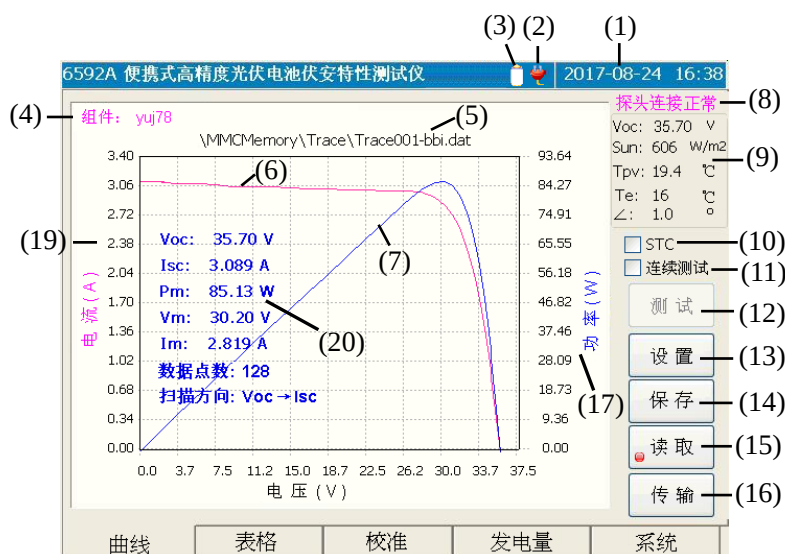

图 5-2 曲线窗口示意图
按住 6592A 便携式高精度光伏电池伏安特性测试仪的电源按钮 ① 4 秒后，仪器开机，进入便携式高精度光伏电池伏安特性测试仪的操作界面，如图 5-2 所示。操作界面分五个子模块：曲线、表格、校准、发电量和系统。
曲线窗口主要用于显示测试曲线, 主要测试结果以及探头的状态和测试数据等, 如图 5-2 所示:
点击【测试】按钮或者按下 $\odot$ 键，将测试出当前环境条件下，被测电池组件的 I-V 数据，测试完毕，将在曲线窗口上显示出当前环境下被测电池组件的 I-V 曲线和 P-V 曲线。如图 5-2 所示。